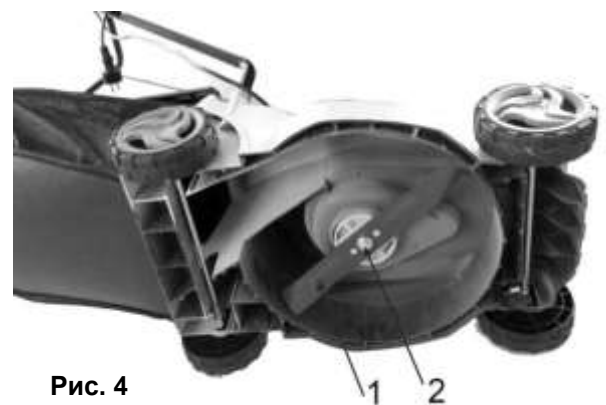

Рис. 4
- Удерживая нож (2), с помощью гаечного ключа отсоедините болт крепления (1) (См. Рис.4) ножа и снимите шайбу.